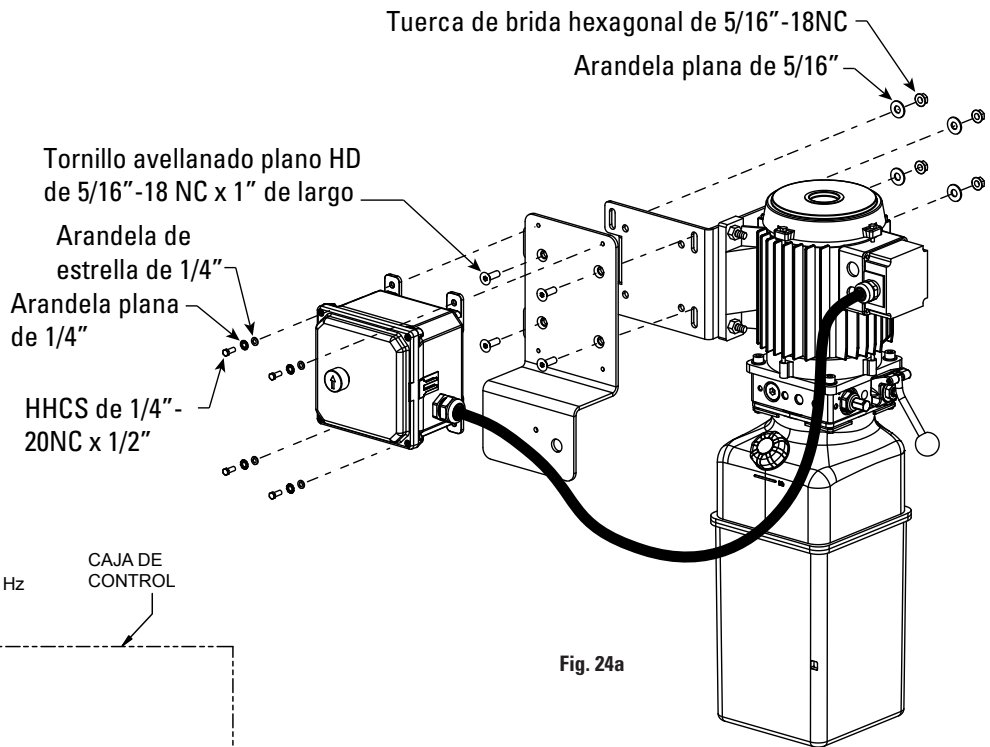

Fig. 24a
- A. Coloque el soporte de montaje al soporte de la unidad de potencia usando (4) tornillos avellanados planos HD de 5/16"-18 NC x 1" de largo, (4) arandelas planas de 5/16" y (4) tuercas de brida hexagonal de 5/16"-18 NC, Fig. 24a.
- B. Conecte la caja de control al soporte usando (4) HHCS de 1/4"-20NC x 1/2", (4) arandelas planas de 1/4" y (4) arandelas de estrella de 1/4". Fig. 24a.